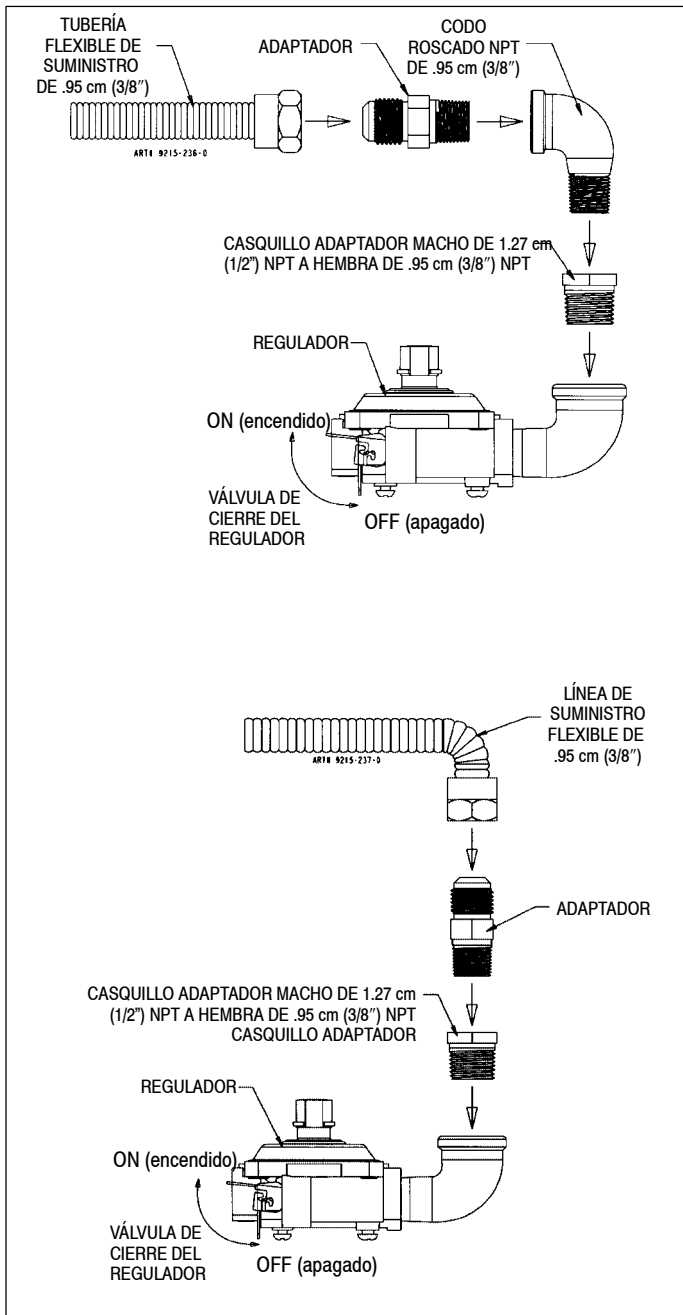

FIGURA 3
**Conexión del suministro de gas** (vea la figura 3)